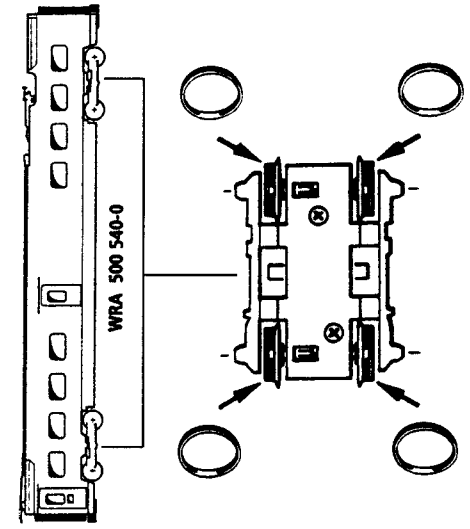

Fig. 9
**1. Reinigung der Radstromkontakte:** Radstromkontakte können auf unsauberen Schienen leicht verschmutzen. Bitte entfernen Sie **vorsichtig** mit einem kleinen Pinsel den **Schmutz** an den in Fig. 9 gekennzeichneten Stellen.
**1. Nettoyage des lames de contact aux roues:** Les lames de contact risquent de s'encrasser rapidement sur des voies poussiéreuses. Veuillez **enlever la poussière** aux endroits marqués à la fig. 9.
**1. Cleaning of wheel contacts:** Wheel contacts easily get dirty on tracks which are not entirely clean. Use a small brush to **remove dirt** from spots marked in fig. 9.